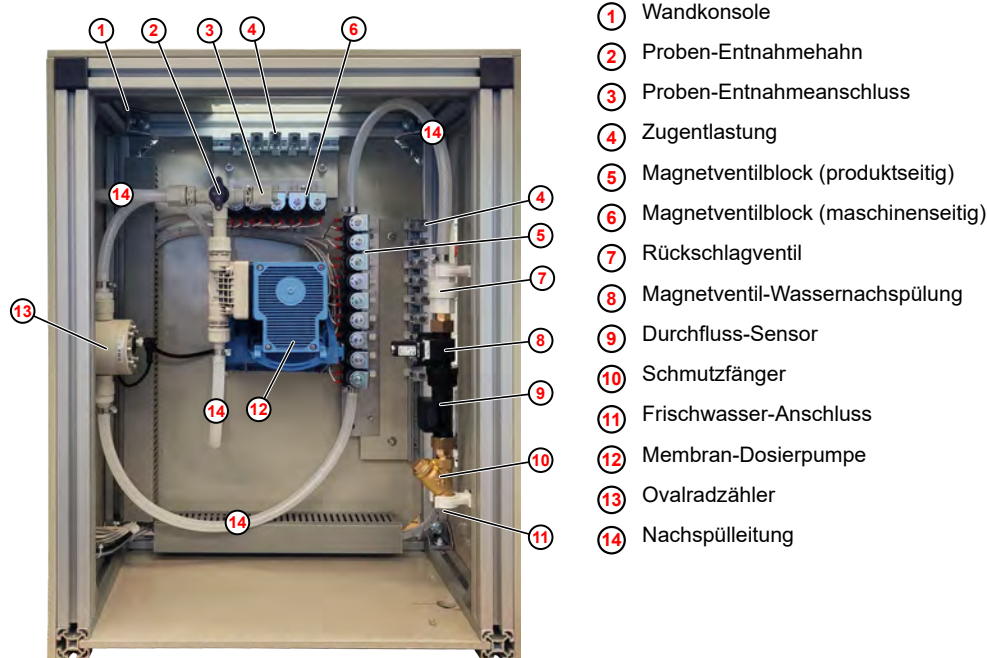

Abb. 2: Aufbau ULTRAX Cube
Bevor die eigentliche Produktdosierung startet, öffnet das Nachspülventil ( Abb. 2 , ⑧ ) für die interne Wassernachspülung des Gerätes. Gleichzeitig öffnet das betreffende Ventil des maschinenseitigen Ventilverteilerblockes (z.B. M1) ( Abb. 2 , ⑥ ).
Frischwasser strömt nun vom Wassereingang durch den Schmutzfänger ( Abb. 2 , ⑩ ) und Durchfluss-Sensor ( Abb. 2 , ⑨ ) in das Nachspülventil, von dort durch den produktseitigen Ventilverteilerblock ( Abb. 2 , ⑤ ), weiter in den maschinenseitigen Ventilverteilerblock und durch die Dosierleitung in die Waschscheudermaschine.
Abhängig von den hinterlegten Waschprogrammparametern öffnet anschließend ein Ventil des produktseitigen Ventilverteilerblockes (z.B. P1) ( Abb. 2 , ⑤ ) und die Dosierpumpe ( Abb. 2 , ⑫ ) startet unter der Voraussetzung, dass sich die betreffende, angeschlossene Sauglanze im Produktgebilde befindet und ausreichend Produkt vorhanden ist.
Während der Dosierung wird Produkt durch die Pumpen von der Sauglanze in den produktseitigen Ventilverteilerblock, weiter in den maschinenseitigen Ventilverteilerblock und durch die Dosierleitung in die Waschscheudermaschine gepumpt. Die durchfließende Produktmenge wird durch den Ovalradzähler ( Abb. 2 , ⑬ ) erfasst und die Signale in der Steuerung ausgewertet. Nach Erreichen der erforderlichen Dosiermenge erfolgt ein Pumpenstopp und das Ventil des produktseitigen Ventilverteilerblockes schließt.